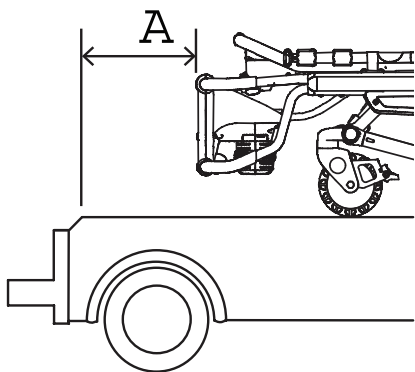

Figura 4 – Distanza tra soglia e barella (A)
1. Selezionare la distanza tra soglia e barella (A) (Figura 4).
2. Servendosi della tabella sottostante, selezionare la sezione appropriata in base alla distanza tra soglia e barella (A).